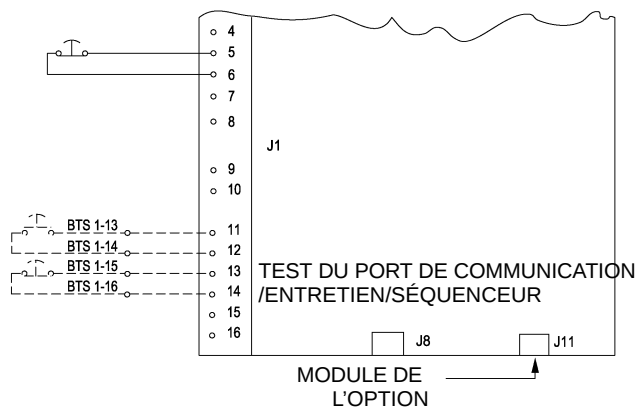

FIGURE 2.0-4 MODULE DE L'OPTION
2. Insérer le module dans la prise femelle J11 à droite du boîtier du contrôleur Intellisys® conformément à la figure 2.0-4.
13. Poser l'adhésif correspondant à l'option PORO (option de redémarrage après une coupure d'alimentation) à l'avant du cache du boîtier du dispositif de démarrage comme indiqué à la figure 2.0-4.